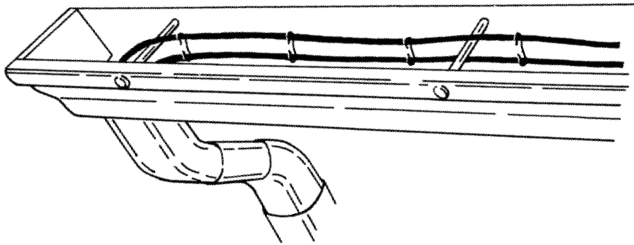
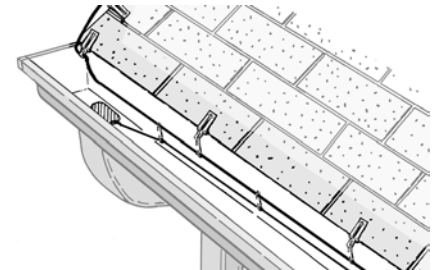

Figura 20a. Cable de ida y vuelta en canalones – solamente (canalones con remaches)
Figura 20b. Cable de ida y vuelta en canalones - solamente (canalones sin remaches internos)
- Si instala únicamente el cable en los canalones a causa de la acumulación de hielo, utilice un cable de “ida y vuelta” en los canalones y en las bajadas de agua. La Figura 20a muestra un canalón instalado con remaches. Corra el cable por encima y por debajo de los remaches del canalón manteniéndolo alejado del fondo. Se debe fijar un espaciador cada 12 pulgadas (30 cm). La Figura 20b muestra un canalón sin remaches internos. Utilice pinzas y espaciadores para mantener el cable lejos del fondo del canalón. Se debe sujetar el cable con pinzas cada 3 pies (95 cm) a lo largo del techo.